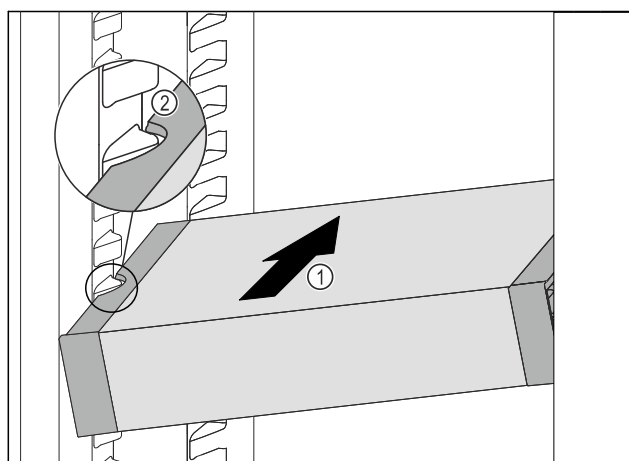

Fig. 87
- ▶ VarioSafe wsunąć ukośnie do chłodziarki Fig. 87 (1), aż boczne wycięcia Fig. 87 (2) VarioSafe będą się znajdować na wysokości żeber pojemnika w chłodziarce.